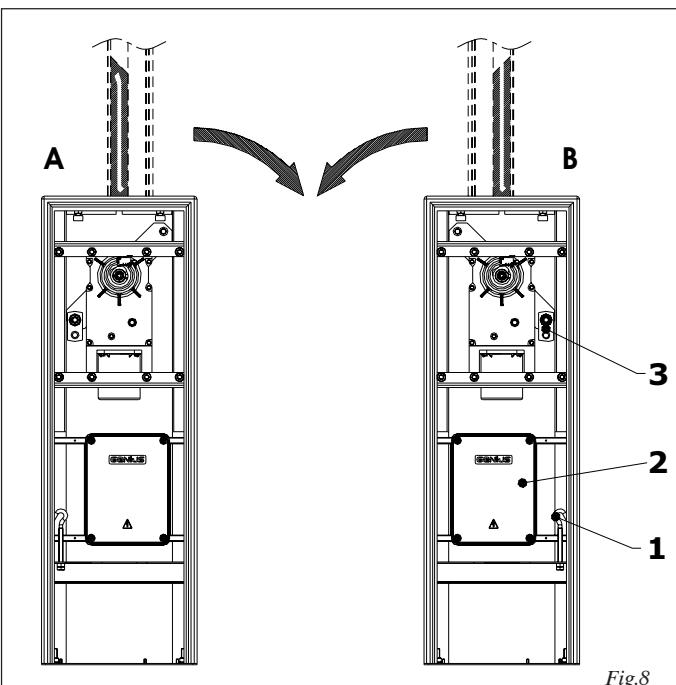

Fig.8
**Attention: L'automatisme est fourni disposé pour une installation à gauche (fig.8 réf.A).**
Pour transformer l'automatisme de gauche à droite (fig.8 réf. B), agir comme suit:
- démonter le tirant réf.1 fig.8.
- déplacer la centrale de droite à gauche réf.2 fig.8.
- positionner le tirant réf.1 fig.8 dans le trou à droite de la centrale.
- déplacer le disque de fixation du ressort, réf.3 fig.8, de l'axe de gauche à celui de droite.